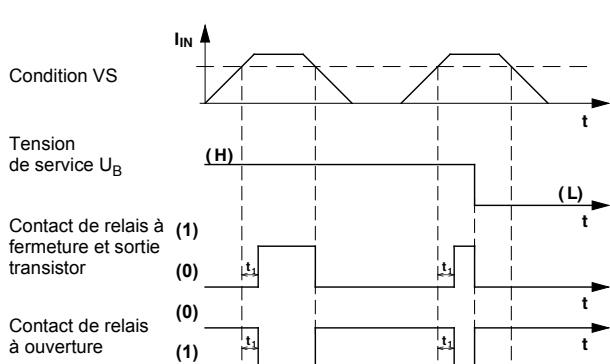
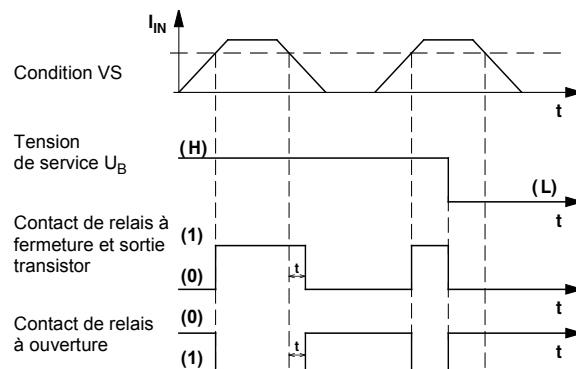

Figure 5 Diagramme fonctionnel : commande par courant de travail avec dépassement de valeur seuil (VS)
Figure 8 Diagramme fonctionnel : commande par courant de repos si la valeur seuil (VS) n'est pas atteinte
Les figures suivantes (figure 5 à figure 8 à la page 14) représentent les quatre caractéristiques possibles de commutation de la sortie à relais et transistor. Les différents types de fonctionnement en mode valeur seuil sont subdivisés de la manière suivante :
- Régler le potentiomètre TIME sur « 0 » et tourner le potentiomètre « SW » selon la règle d'étalonnage ci-dessous (voir figure 5 à figure 8 à la page 14) :
- Figure 5 : tourner le potentiomètre de valeur seuil jusqu'à ce que la LED jaune « SW » s'allume.
- Figure 8 : tourner le potentiomètre de valeur seuil jusqu'à ce que la LED jaune « SW » s'allume.